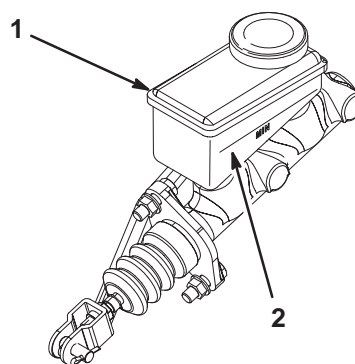

Bild 24
2. Sehen Sie sich die Seite des Behälters an. Der Stand sollte über der Minimummarkierung liegen (Bild 24). Wenn die Bremsflüssigkeit niedrig ist, reinigen Sie den Bereich um den Deckel, nehmen Sie den Deckel ab und füllen Sie den Behälter bis über die Minimummarkierung. **Füllen Sie nicht zu viel ein.**